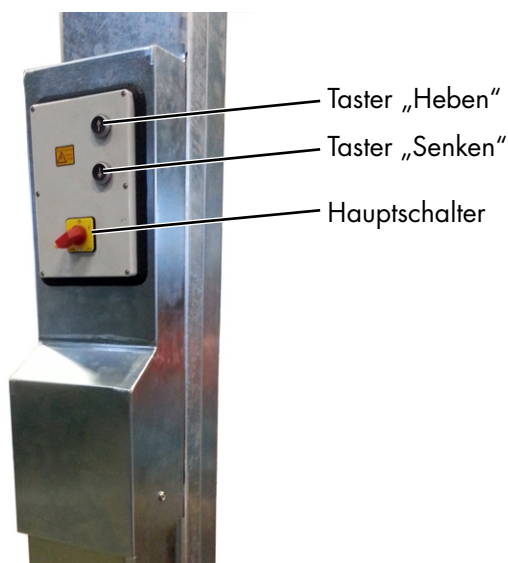

Bild 4: Hydraulikaggregat mit Bedieneinheit
- Das Fahrzeug solange anheben, bis die Räder frei sind. Drucktaster „Heben“ drücken (siehe Bild 4)